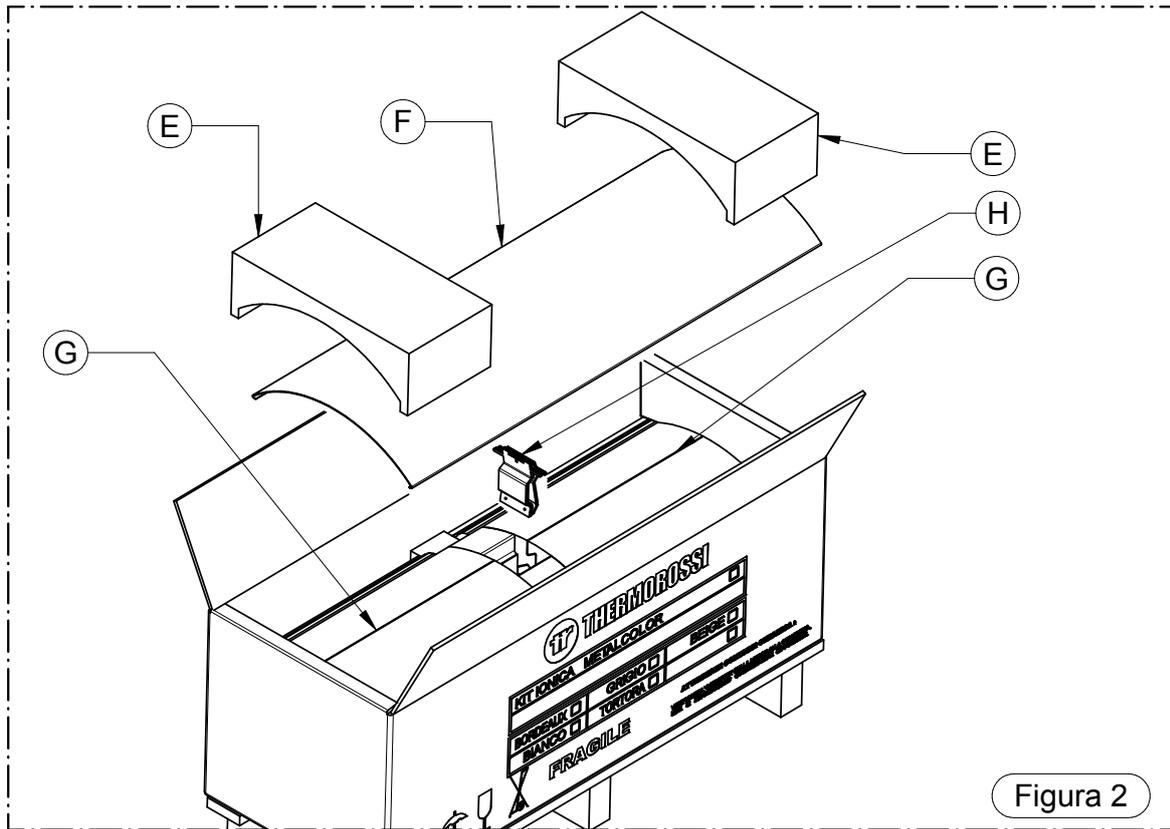

Figura 2
Per disimballare il rivestimento **Ionica Metalcolor** procedere seguendo le indicazioni nella Figura 2; per prima cosa dopo aver aperto l'imballo estrarre i 2 polistiroli E ed estrarre il fianco (F). Estrarre quindi le staffe (H).